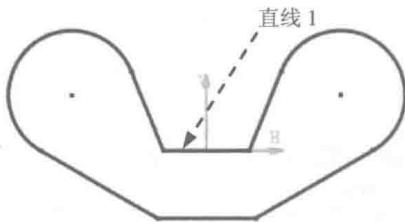

图 3.5 添加对称约束
Step5. 参照 Step4 步骤可以创建图 3.5 所示的其他点的对称约束，同时约束图 3.5 中的直线 1 与水平 H 轴相合。